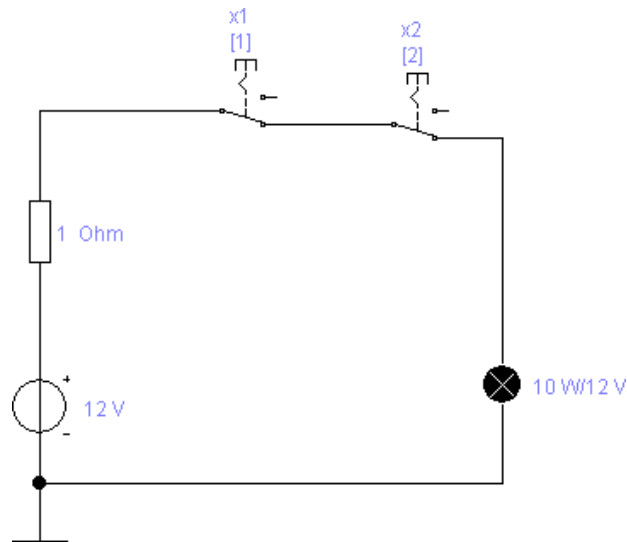

Рисунок 9 – Пример реализации переключательной схемы с двумя переключателями, соединёнными последовательно.
1. Собрать переключательные схемы (рис. 9), содержащие по два переключателя, источник напряжения 12 Вольт, сопротивление 1 Ом и лампочку на 12 Вольт. В последующих схемах применить параллельное подключение переключателей.
3. Собрать схему для исследования логических элементов (рис. 9):